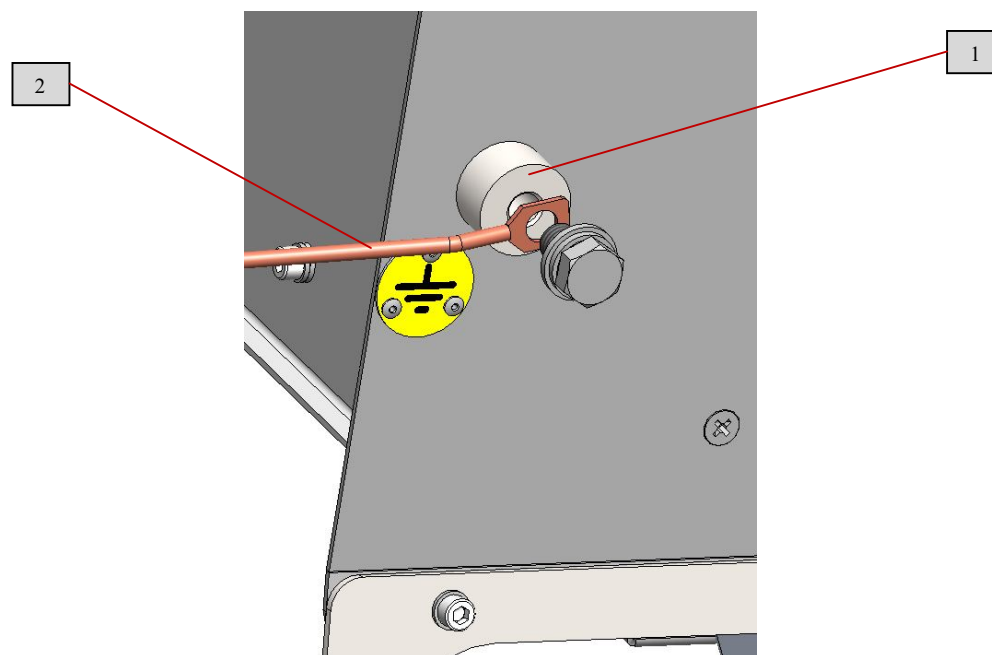

Рис.51 Заземление коммутационного модуля
Заземление коммутационного модуля (рис.51) осуществляется при помощи резьбовой втулки (1).